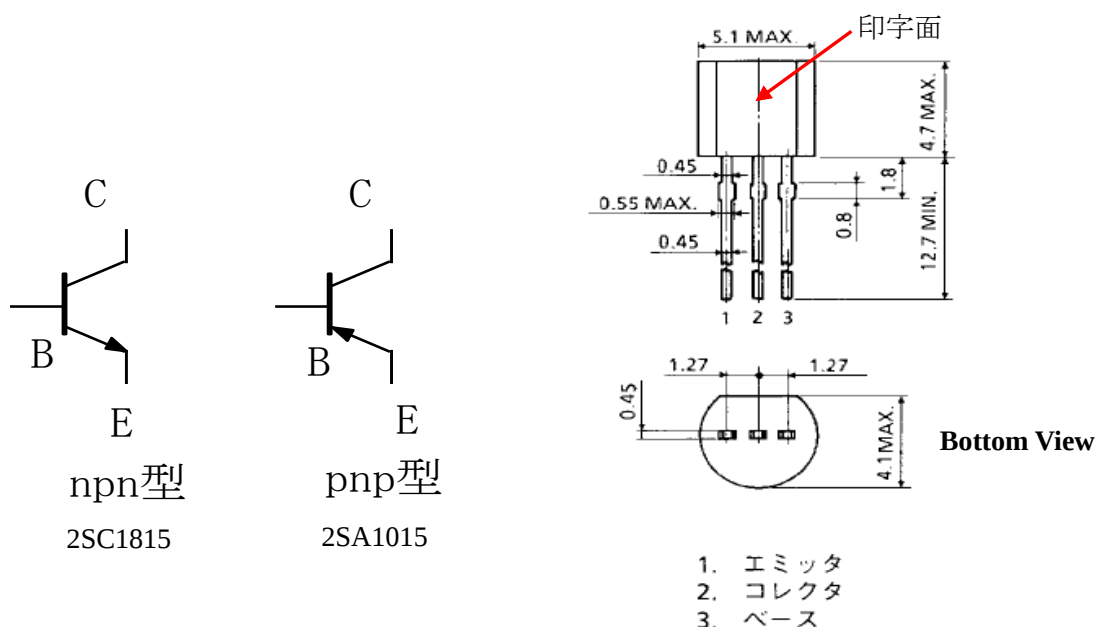

図 5 トランジスタ
図 4 の電源回路ではツェナーダイオードで一定電圧を作り、トランジスタをコレクタ接地回路（エミッターフォロワと呼ばれる）で基準電圧を取り出す。トランジスタは出力電圧が一定になるように電流を調節している。トランジスタの回路図上での記号および本実験で使用するトランジスタの外観を図 5 に示す。図 5（右下）は足の出ている側から見たものであるので、上から見
2. はんだ付けを始める前に、実際に部品をどのように配置するかを表す実態図をノートに書いて検討する。特にトランジスタの配置に注意すること（図5参照）。